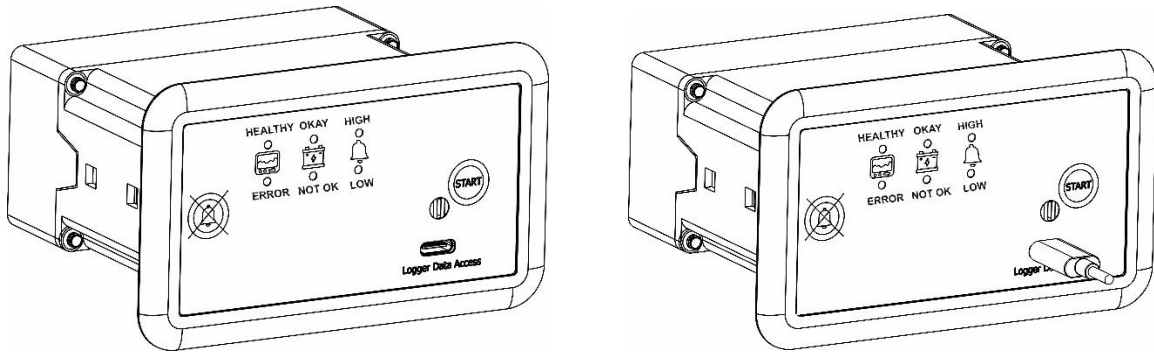

图 13 连接 USB Type C 电缆，以便从记录器访问 M2M 数据
- 将 USB 2.0 Type-C 线缆连接到记录器的标有“记录器数据访问”的 M2M 端口，以访问数据文件，如图 13 所示。